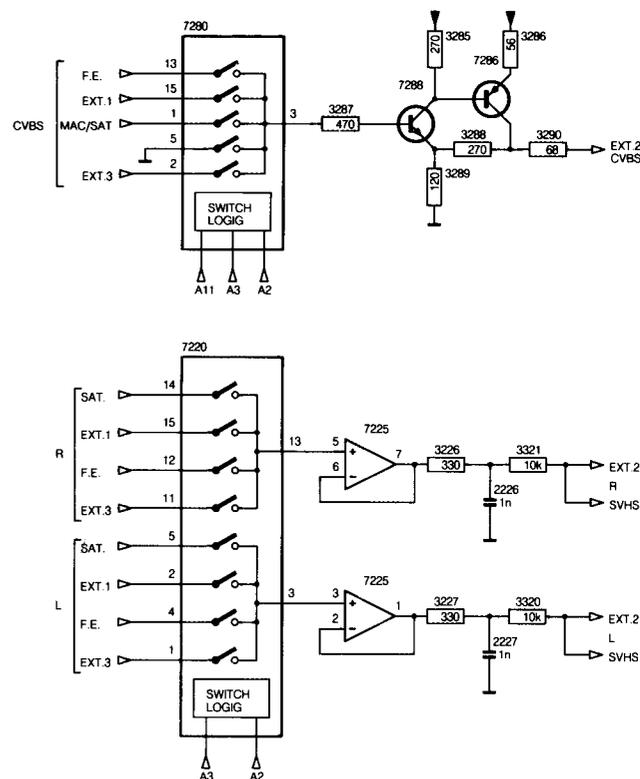

Fig. 3.3
3.3 Wahl der Aufnahmequelle (siehe Abb. 3.3)
3.3.1 Videosignale (siehe Abb. 3.3)
3.3.2 Tonsignale (siehe Abb. 3.3)